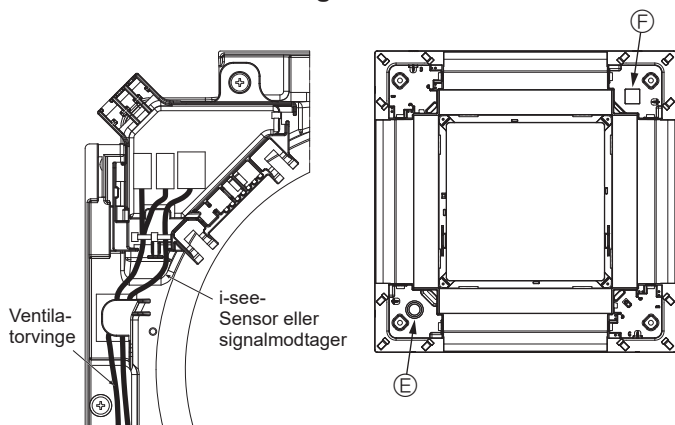

Fig. 10-13
- Før i-see-Sensorens og signalmodtagerens ledninger som vist i Fig. 10-13.